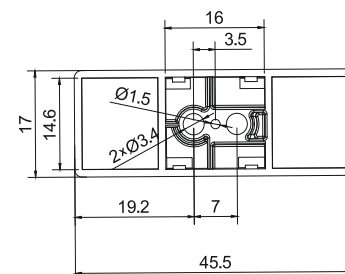

Fig.3
- Na rysunku (Fig.3) przedstawiono rzut detektora z tyłu.